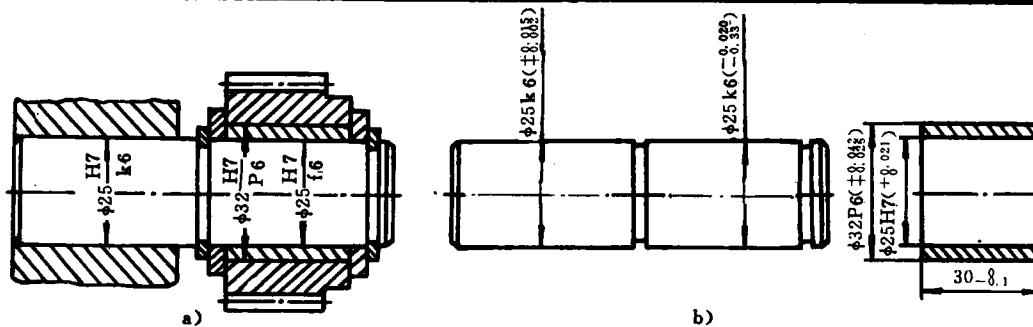

图 1-1 车床主轴箱中间轴装配图和零件图
1. 求图 1-1 中齿轮衬套内孔 $\phi 25H7(+0.021)$ 和图 1-1b 中间轴 $\phi 25f6(-0.020)$ 轴径的极限尺寸?
2. 计算图 1-1 中, 孔 $\phi 25H7(+0.021)$ 和 $\phi 25f6(+0.020)$ 的公差值?
3. 计算图 1-1 所示齿轮衬套孔 $\phi 25H7(+0.021)$ 和中间轴 $\phi 25f6(+0.020)$ 这对配合的极限间隙?
4. 计算图 1-1 所示, 箱体孔 $\phi 25H7(+0.021)$ 和中间轴轴径 $\phi 25k6(+0.015)$ 这对过渡配合的极限间隙?